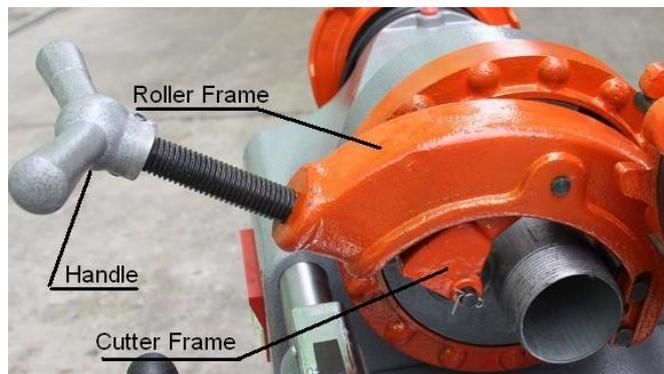

Рис.6
- с. Поверните ручку салазок, чтобы переместить комплект резаков в положение резки (см. Рис. 6).